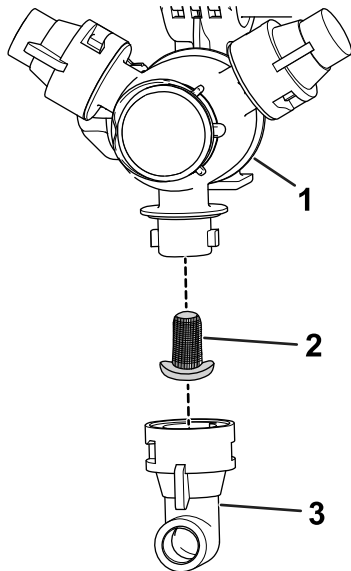

図 97
2. タレットからノズルを外す 図 97。
3. ノズルフィルタを取り外す 図 97。
5. ノズルフィルタを取り付ける 図 97。
6. タレットにノズルを取り付ける 図 97。